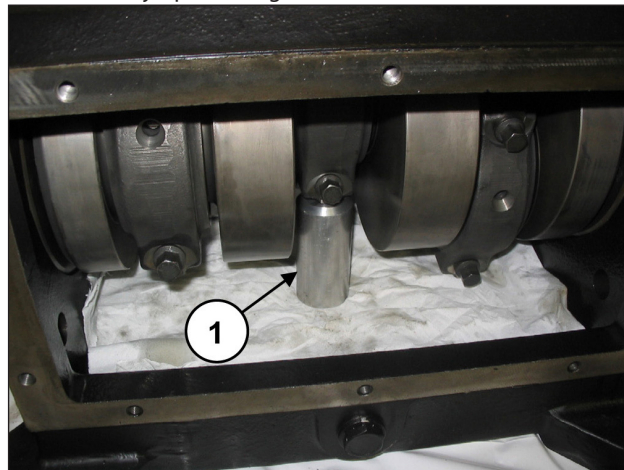

Fig. 16
Introducir un espesor debajo de la biela para bloquear la rotación del eje (pos. ①, Fig. 16).